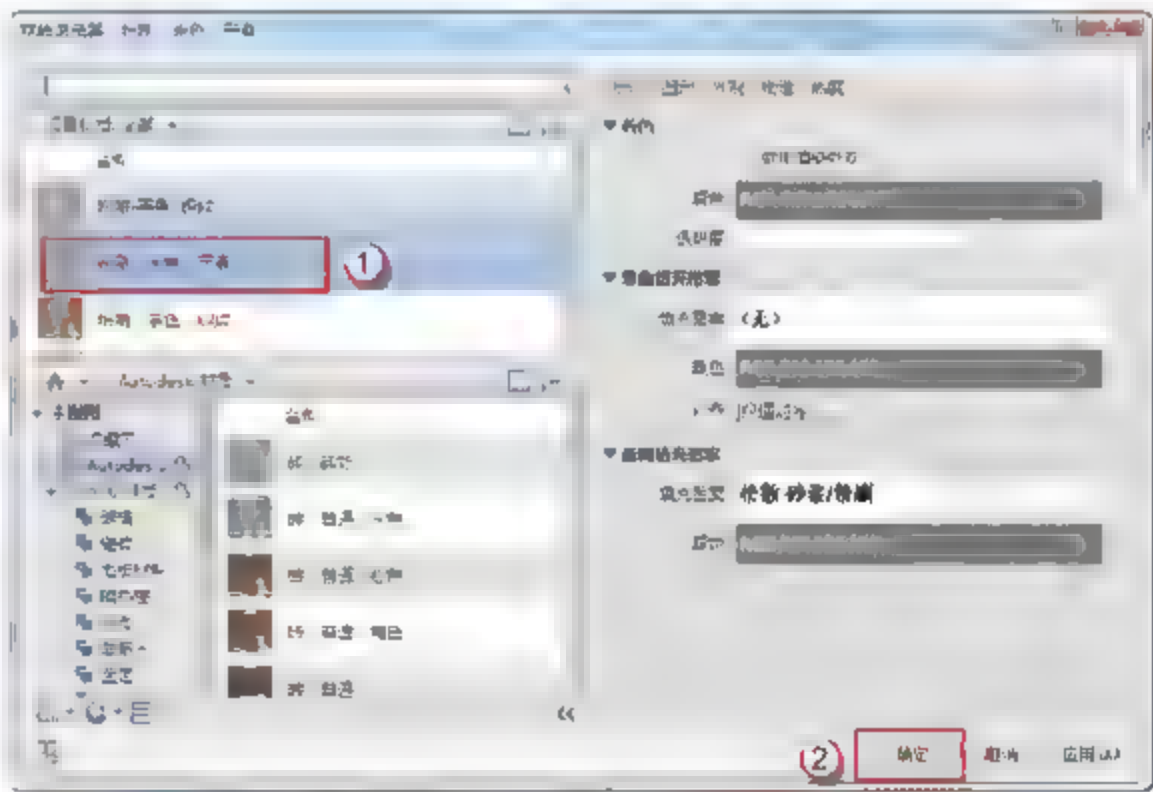

图 9.1.33 编辑“面层 2 [5]”材质
(6) 编辑“面层 2 [5]”材质。在“编辑部件”对话框中，单击“面层 2 [5]”对应的“材质”单元格右上角的“浏览”按钮，在弹出的“材质浏览器”对话框中，在“项目材质：全部”下选择“粉刷，米色，平滑”，单击“确定”按钮，返回“编辑部件”对话框，如图 9.1.33 所示。然后在“编辑部件”对话框中将其对应的厚度改为“10mm”。